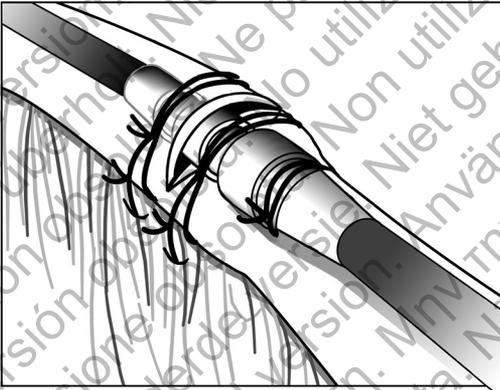

Abbildung 9. Beispiel einer Nahtmanschette, Implantation über eine Vene
3. Verwenden Sie dieselbe Rille, um die Elektrode und die Vene an der benachbarten Faszia (Abbildung 9 Beispiel einer Nahtmanschette, Implantation über eine Vene auf Seite 24) zu fixieren.